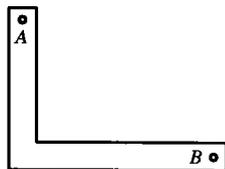

图 2-2
2. 如图 2-2 所示, 能不能在曲杆的 A、B 两点上施加二力使曲杆处于平衡状态? 如果能, 请在图中画出来。